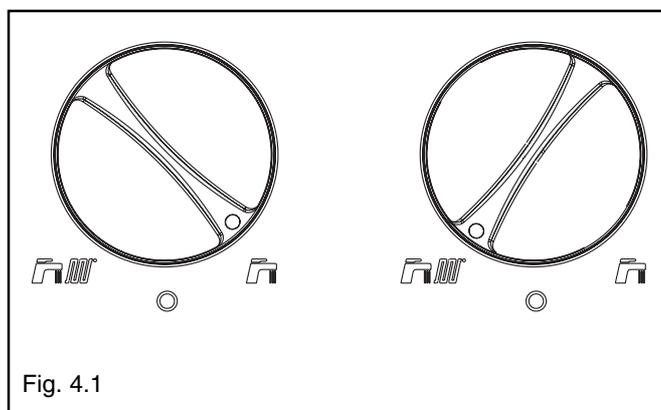
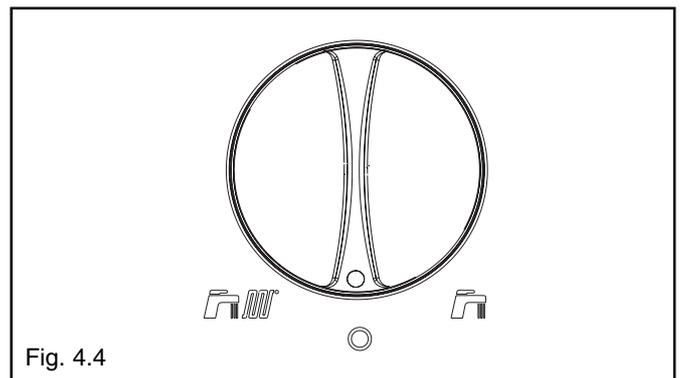

Fig. 4.1
Fig. 4.4
- colocar el selector de función en  (verano) o  (invierno) (fig. 4.1), según el tipo de funcionamiento elegido.
Para reiniciar el funcionamiento, coloque el selector de función en  (fig. 4.4), esperar 5-6 segundos, y volverlo a colocar luego en la posición deseada: verano o invierno (fig. 4.1).